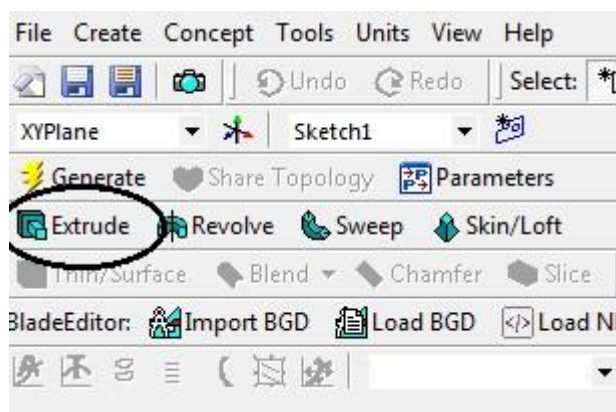

Рис. 5. Вибір команди *Extrude*
3.3.7. На панелі меню вибираємо кнопку *Extrude* (рис. 5) для видовження побудованого ескізу перерізу пластини, а у вікні *Details View* задаємо його точну ширину.